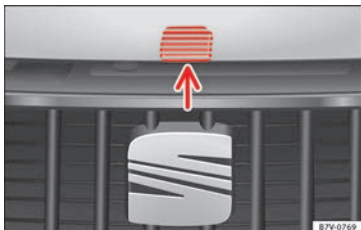

Abb. 163 Entriegelungshebel zum Öffnen der Motorraumklappe im Kühlergrill.
- Motorraumklappe am Entriegelungshebel anheben » **Abb. 163** (Pfeil) und ganz öffnen. Die Motorraumklappe wird durch die Gasdruckfeder gehalten.